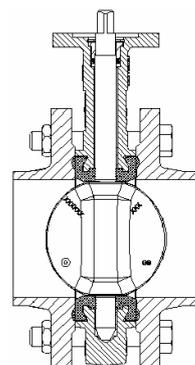

рис. 6
7. Снова откройте заслонку (рис. 6) и затяните гайки (*необходимо затягивать постепенно и последовательно противоположащие гайки так, чтобы равномерно сжать футеровку*) до контакта корпуса заслонки и фланцев (контакт металл/метал).